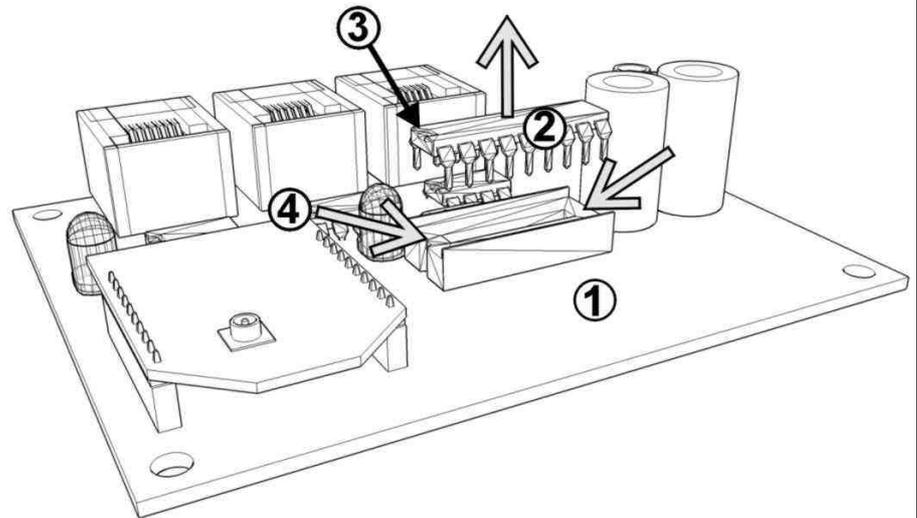

Fig. 6: Cambio del microcontrolador
2. Localizar el microcontrolador y usar un destornillador pequeño para sacarlo de su alojamiento haciendo palanca en los cantos más cortos de manera alterna (Fig. 6).